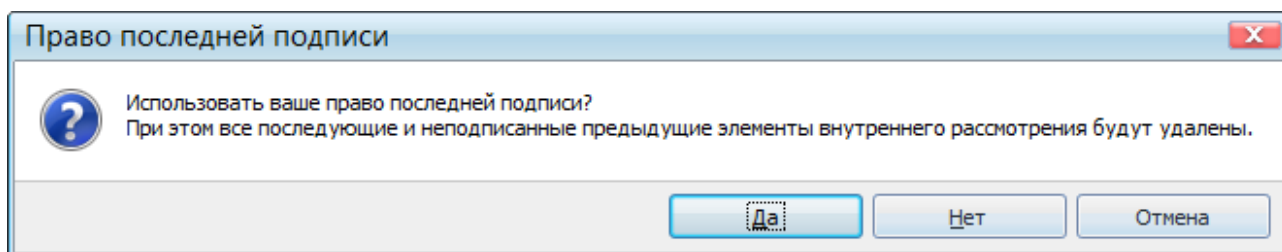

Рисунок 16.32 – Диалоговое окно «Право последней подписи»
- «*Отображать диалоговое окно*». При выборе данного условия при подписании заявки пользователем, наделенным правом последней подписи, отображается диалоговое окно (Рисунок 16.32). Подробное подписание заявки с правом последней подписи приведено в разделе 12.12 «Рассмотрение заявки пользователем с правом последней подписи».